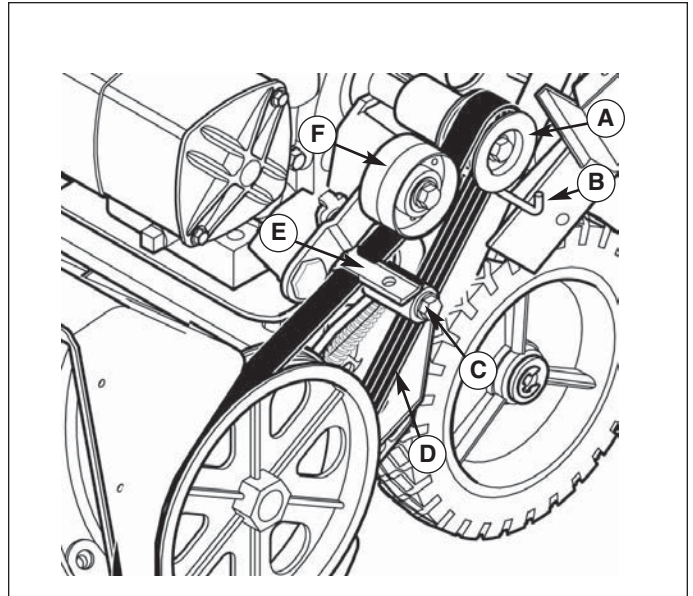
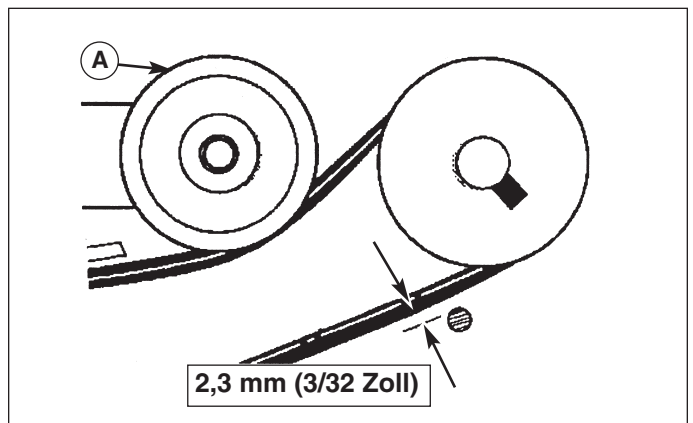

Abbildung 14. Einbau des Antriebsriemens
Abbildung 15. Riemenführung
2. Den Antriebsriemen (D, Abbildung 14) von der Spannscheibe (F) abnehmen.
3. Die Riemenführung (B) vom Antriebsriemen (D) wegbewegen.
4. Die Spannscheibe (F) vom Antriebsriemen (D) wegdrücken, um die auf den Riemen wirkende Spannung zu reduzieren. Den Antriebsriemen (D) aus dem Bereich zwischen Bremsbelag (E) und Bremsrolle (C) entfernen.
5. Den alten Antriebsriemen (D) ausbauen.
6. Zum Einbau des neuen Antriebsriemens (D) die Ausbauschritte in umgekehrter Reihenfolge ausführen.
7. Sicherstellen, dass der Antriebsriemen (D) richtig auf den Riemenscheiben sitzt.
8. Die Riemenführung wie in Abbildung 15 dargestellt auf 2,3 mm (3/32 Zoll) Abstand einstellen.